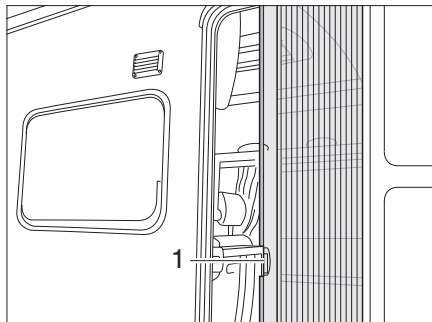

Fig. 46 Moustiquaire
*Ouvrir :* ■ Sortir entièrement la moustiquaire par la poignée (Fig. 46,1).
*Fermer :* ■ Rentrer entièrement la moustiquaire par la poignée (Fig. 46,1).